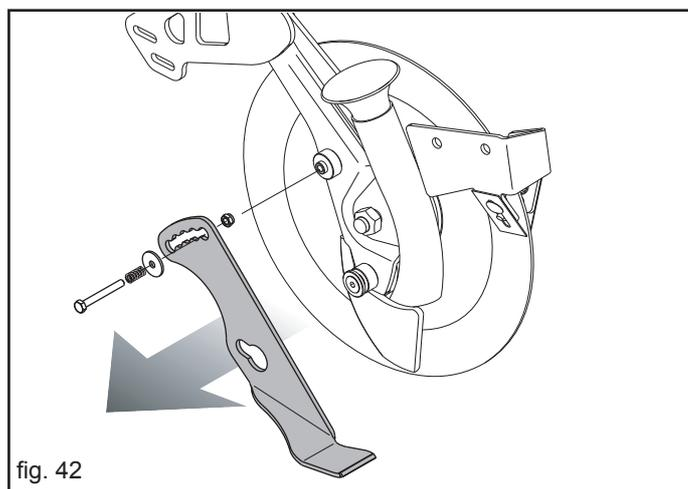

fig. 42
**WICHTIG: für das Säen in den feuchten Boden, zu einer vorgerückten Tiefe zu 5 Zentimeter, wird es geraten, um den Begrenzer zu entfernen (Fig. 42).**